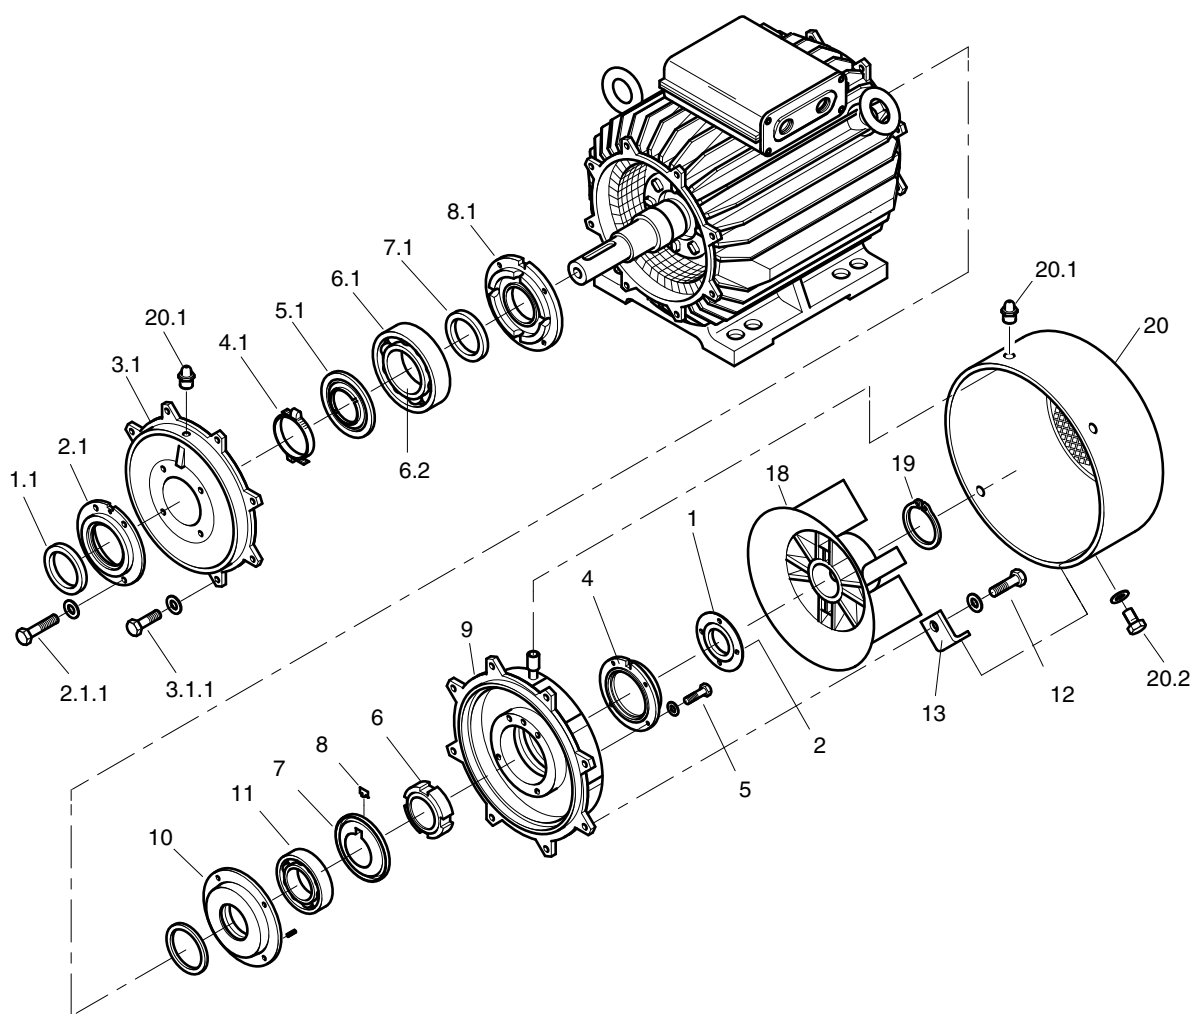

Fig. 15: Sostituzione del cuscinetto AH180 fino a AH315
5.5.6 Montaggio nel caso di cuscinetto a sfere obliquo sul lato opposto (sistemazione 0) (→ fig. 15)